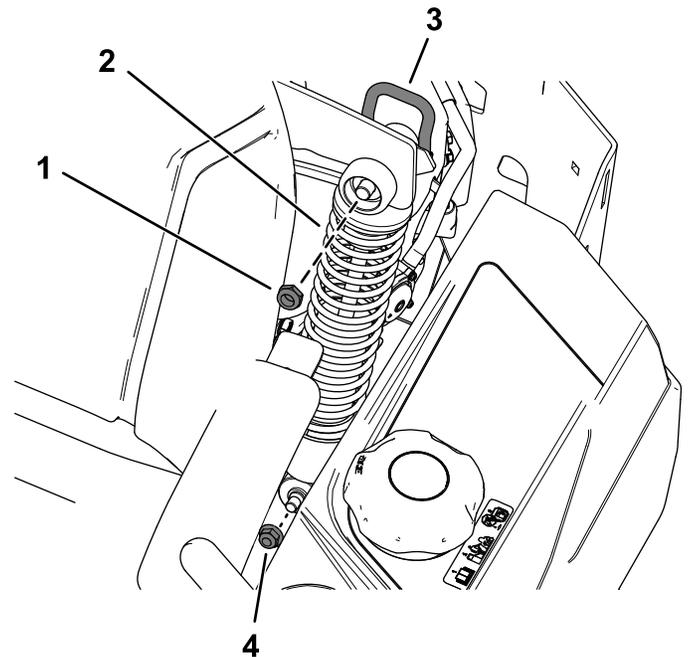

Figura 1
1. Retire a porca de bloqueio (1/2 pol.) do excêntrico que prende a parte superior da mola traseira existente (Figura 1).
2. Retire a porca flangeada (3/8 pol.) que prende a parte inferior da mola traseira existente (Figura 1).
3. Remova a mola traseira existente (Figura 1).
1. Instale a nova mola utilizando a porca de bloqueio do excêntrico (1/2 pol.) e porca flangeada (3/8 pol.) previamente removidos, como se mostra na Figura 1.